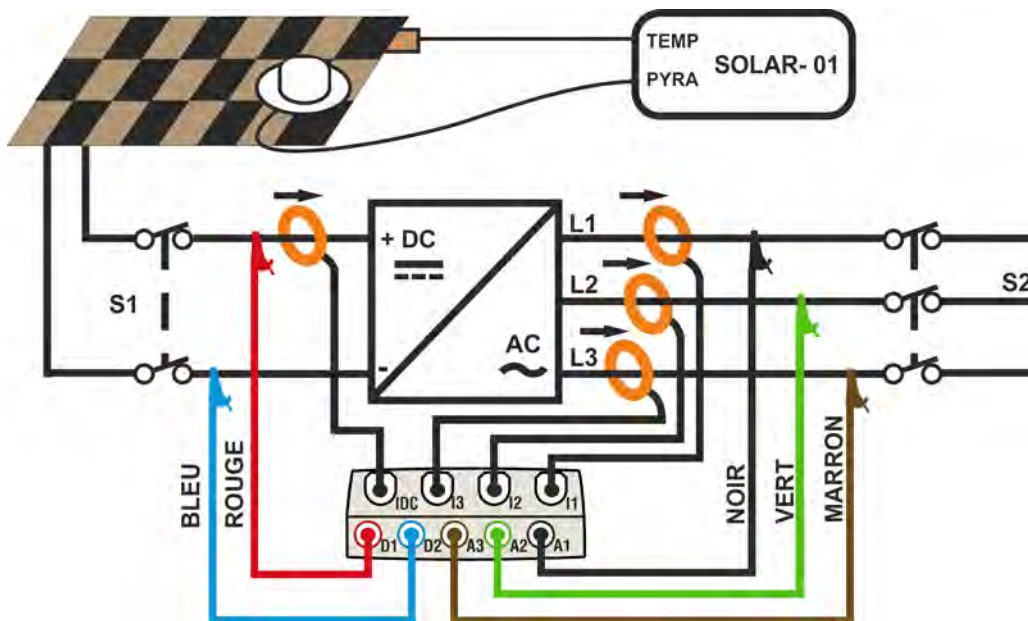

Fig. 161 : Connexion de l'instrument à un système FV-3 avec SOLAR-01
2. Connecter les entrées **D1** et **D2** respectivement aux pôles positif et négatif de sortie de la chaîne. Connecter les entrées **A1**, **A2**, **A3** aux conducteurs de Phase en respectant les couleurs indiquées à la Fig. 161.
4. Connecter les pinces AC aux conducteurs de Phase L1, L2, L3 **en respectant la direction de la flèche** se trouvant sur les pinces mêmes comme il est indiqué à la Fig. 161. Connecter la sortie des pinces respectivement aux entrées **I1**, **I2**, **I3** de l'instrument.